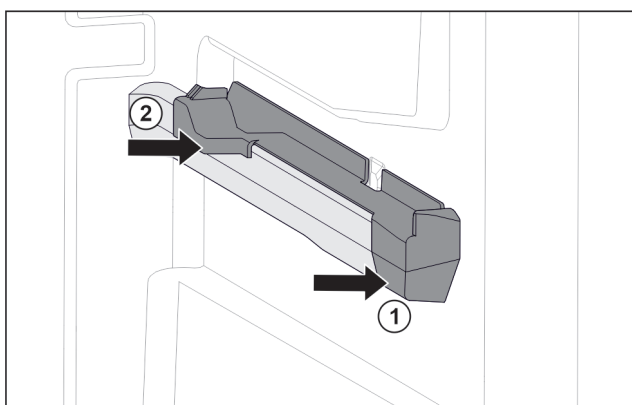

Fig. 59 Natični nastavek na desnemu nastavku za posodo
- ▶ Natični nastavek spredaj namestite na nastavek za posodo. Fig. 59 (1)
- ▶ Pritisnite natični nastavek zadaj. Fig. 59 (2)